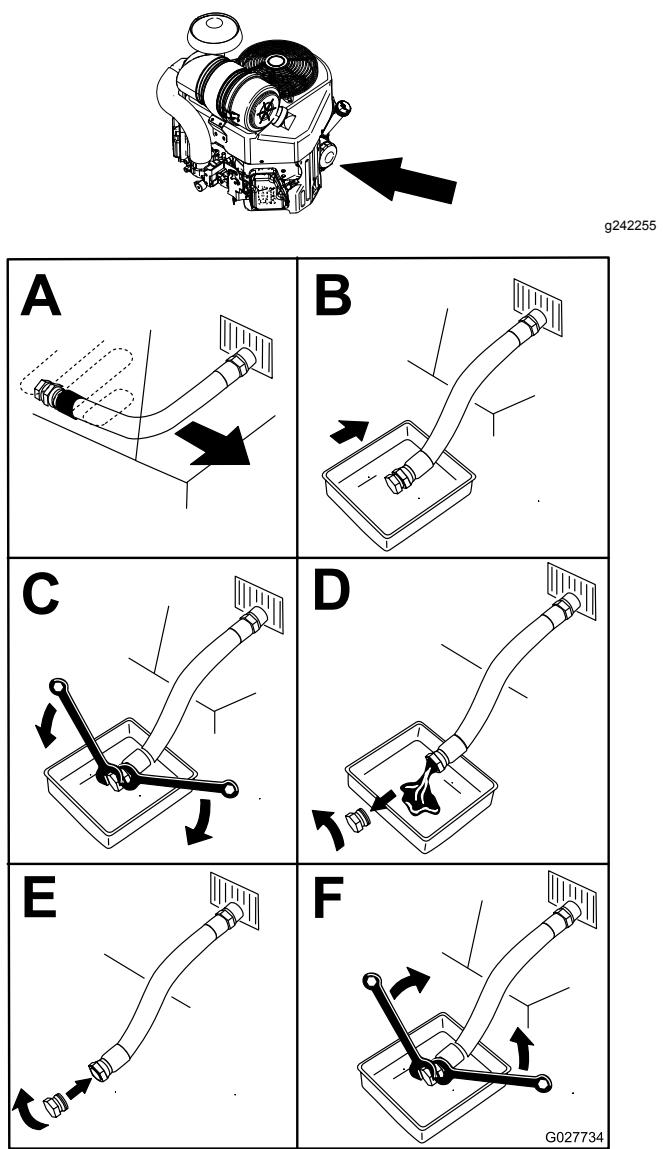

Figura 29
4. Mude o óleo, como se mostra na Figura 29.